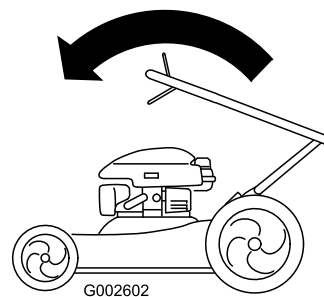

Figura 36
2. Pliegue hacia adelante la sección superior del manillar (ver Figura 36).